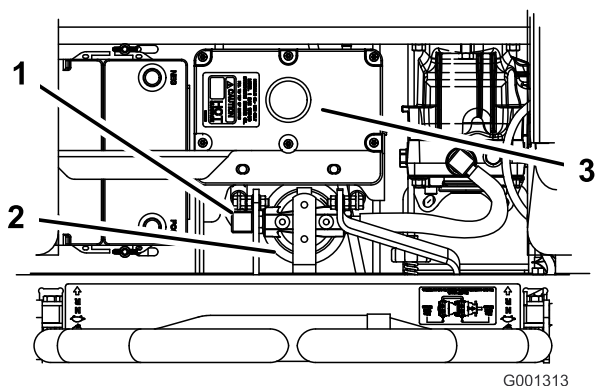

Figura 93
- Rimuovete il tubo idraulico destro che entra nell'adattatore (Figura 93).
- Montate il tubo idraulico destro nell'adattatore (Figura 93).